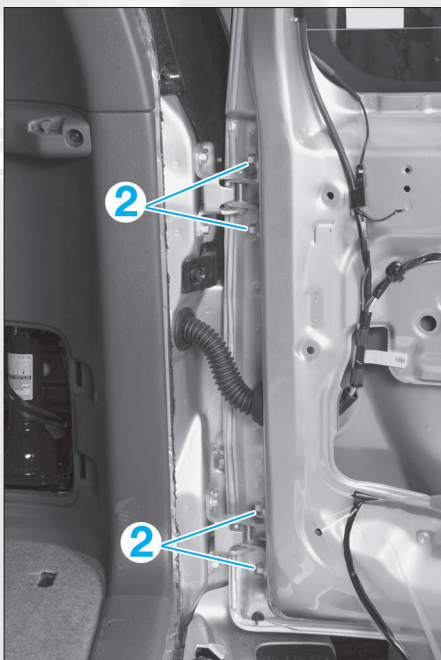

FIG. 70
- Déposer les fixations (2) (Fig.70).